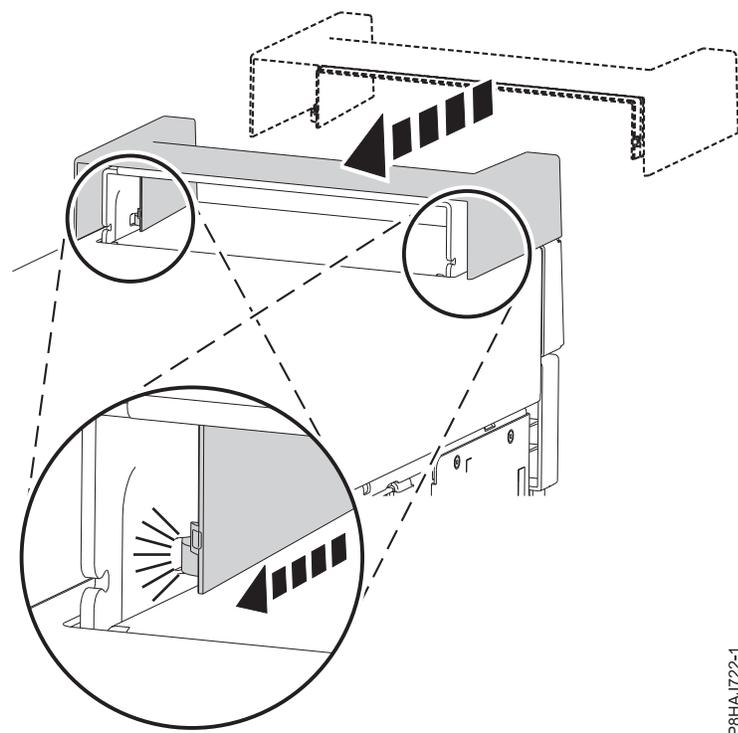

Figure 38. Mise en place de la poignée sur un système autonome 8286-41A
1. Fixez la poignée à la station d'accueil RDX interne (FC EUA3) en la faisant coulisser vers l'arrière du système. Voir figure 38.